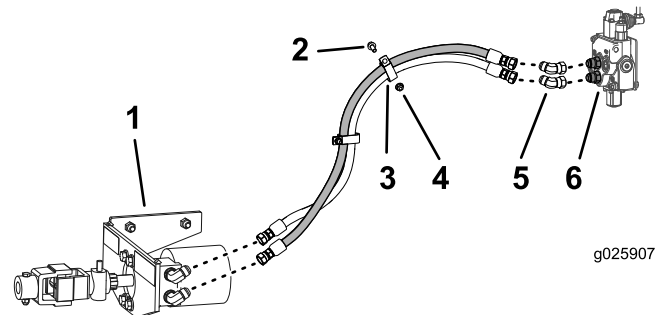

Figura 22
- Conecte los 2 adaptadores de 45 grados al orificio central de la válvula de control (Figura 22); apriete a 81 N-m (60 pies-libra).
- Enrute las 2 mangueras (95 cm [38 pulgadas]) de la válvula de control de la Hydra Borer hasta el motor de la Hydra Borer, según se muestra en Figura 22.